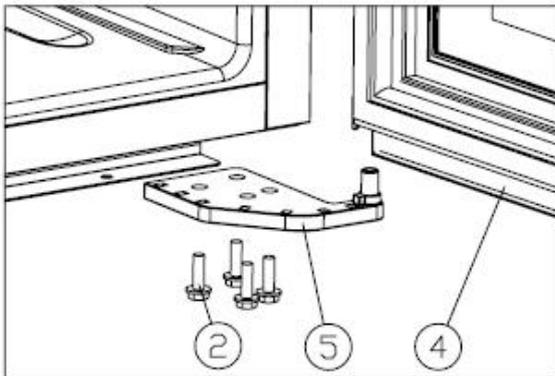

Abb. 2
- ✧ Die M5\*16-Schrauben lockern, das untere Scharnier entfernen(5). [Abb. 2]